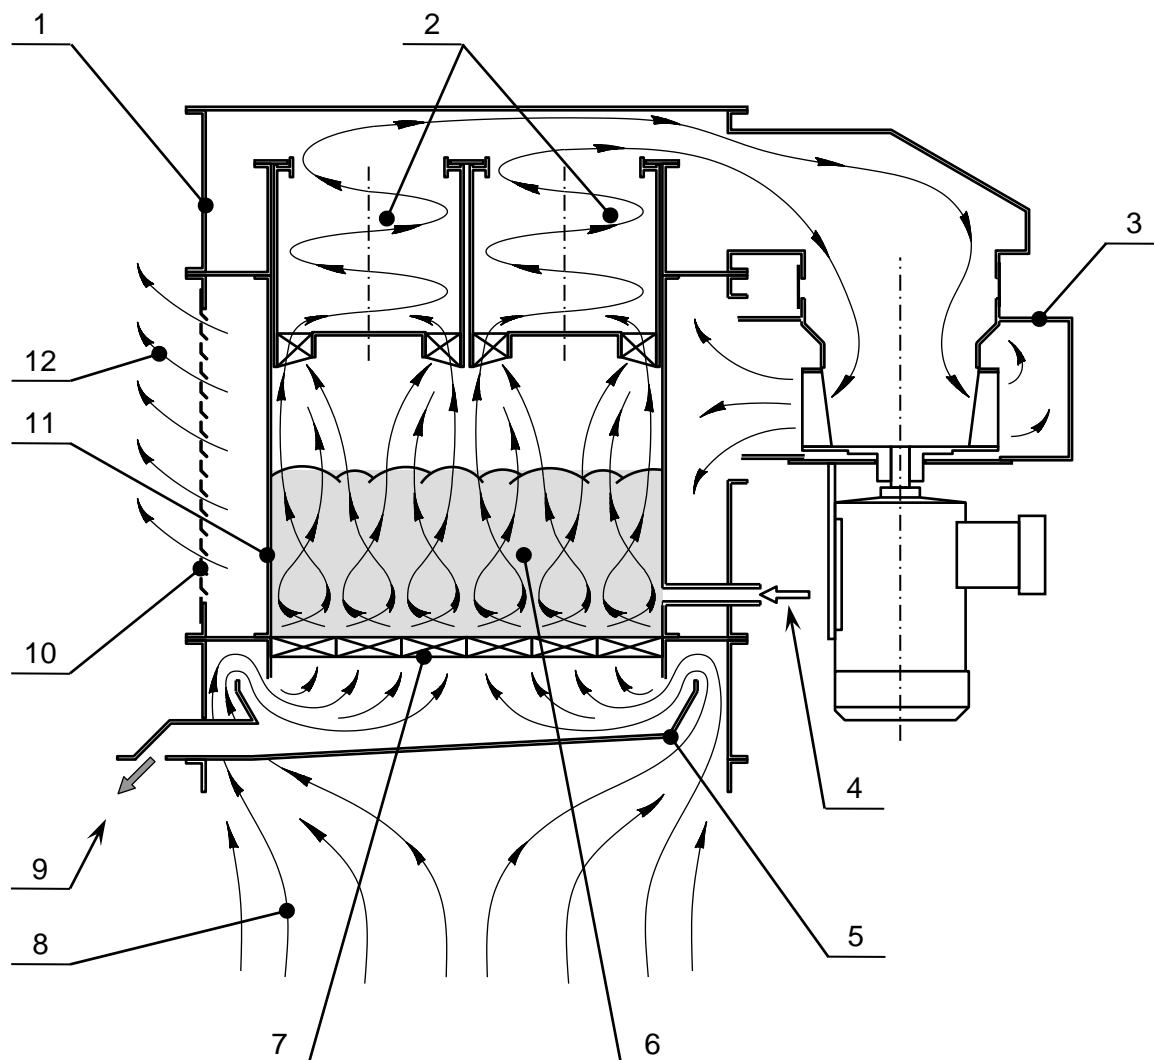
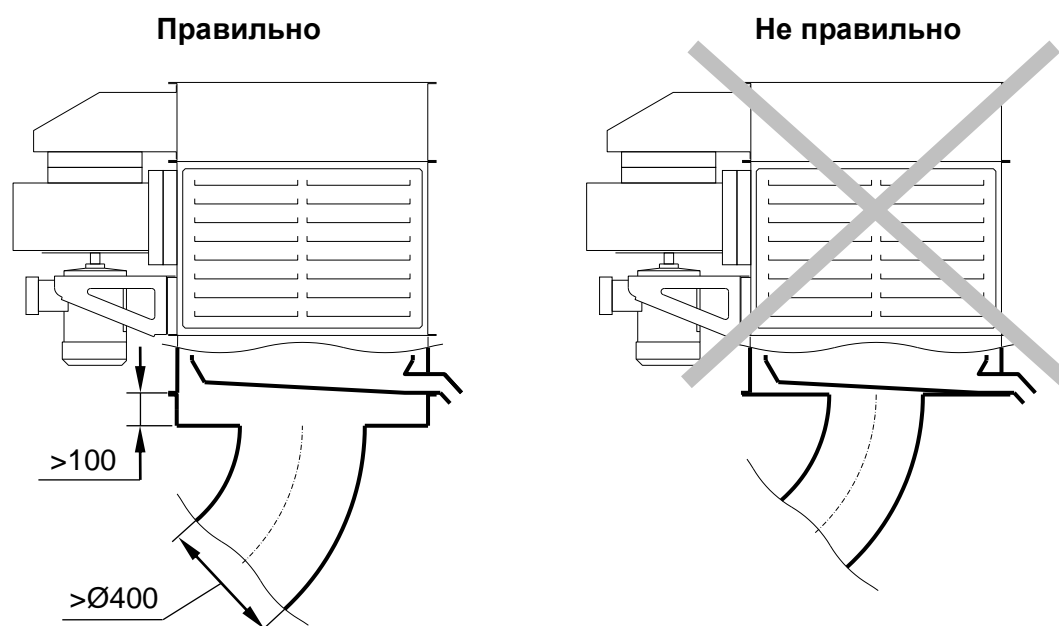

Рис. 2. Устройство скруббера МВГ.
Рис. 5. Размещение МВГ на расстоянии от укрытия с использованием трубы в качестве соединительного газохода.
3.2. Загрязненный воздух 8 (рис. 2) поступает в скруббер МВГ снизу, в щель образованную поддоном 5 и корпусом 1, затем проходит через диспергирующую решетку 7, над которой смешивается с водой и формирует взвешенный водо-воздушный (кипящий) слой 6. После промывки в кипящем слое очищенный воздух поступает в сепараторы 2, где освобождается от капель воды. Далее воздух поступает в вентилятор 3, из него - в зазор между камерой очистки 11 и корпусом 1, и выходит 12 из МВГ через рассеивающие жалюзи 10. Поскольку из вентилятора выходит очищенный воздух с последующим рассеиванием вокруг МВГ, то уплотнение между выходом вентилятора 3 и корпусом 1 не устанавливается.
занимает поддон, и поступление воздуха в МВГ происходит по внешнему периметру (см. рис.2), поэтому при использовании трубы (диаметром не менее $\varnothing 400$ мм) в качестве соединительного газохода необходимо обеспечить между торцом трубы и нижним фланцем МВГ зазор не менее 100 мм (см. рис.5).